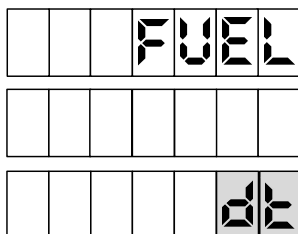

Рисунок 26
12.4 При выборе пункта 3 (**просмотр итогов по карте за период по видам топлива**) на табло ТРК отобразится экран ввода карты (см. рисунок 21), после ввода карты необходимо указать интересующий период (см. рисунок 22), а затем кнопками  или  выбрать из списка вид топлива (рисунок 26) и подтвердить выбор кнопкой .